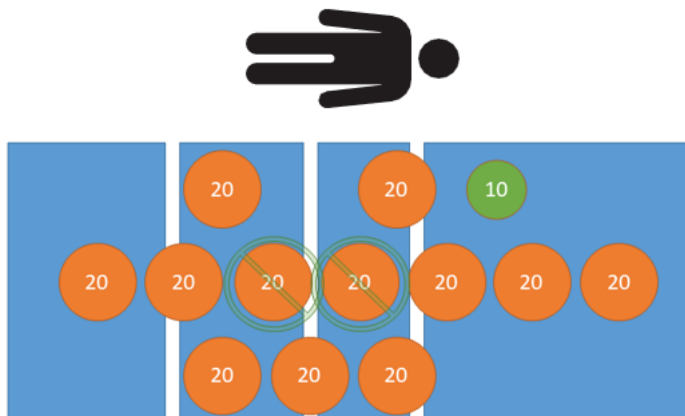

Figure 32 – Test de tarage - 210 kg net
7. En utilisant des poids étalonnés, placer 210 kg sur le produit (Figure 32).